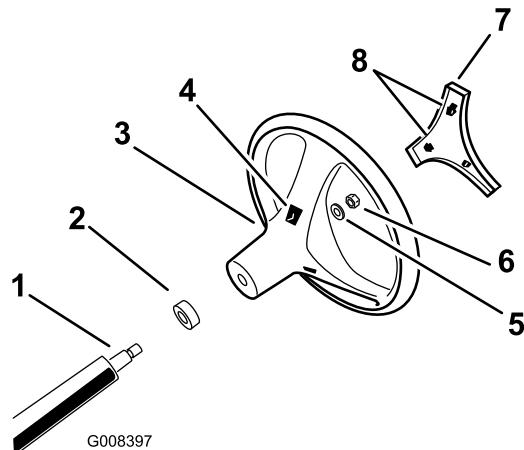

Figura 3
- Fissate il volante sul piantone usando il dado di bloccaggio (Figura 3). Serrate il dado di bloccaggio a una coppia di 24-29 N·m.
- Allineate le linguette del coperchio alle fessure nel volante e fate scattare il coperchio sul mozzo del volante (Figura 3).